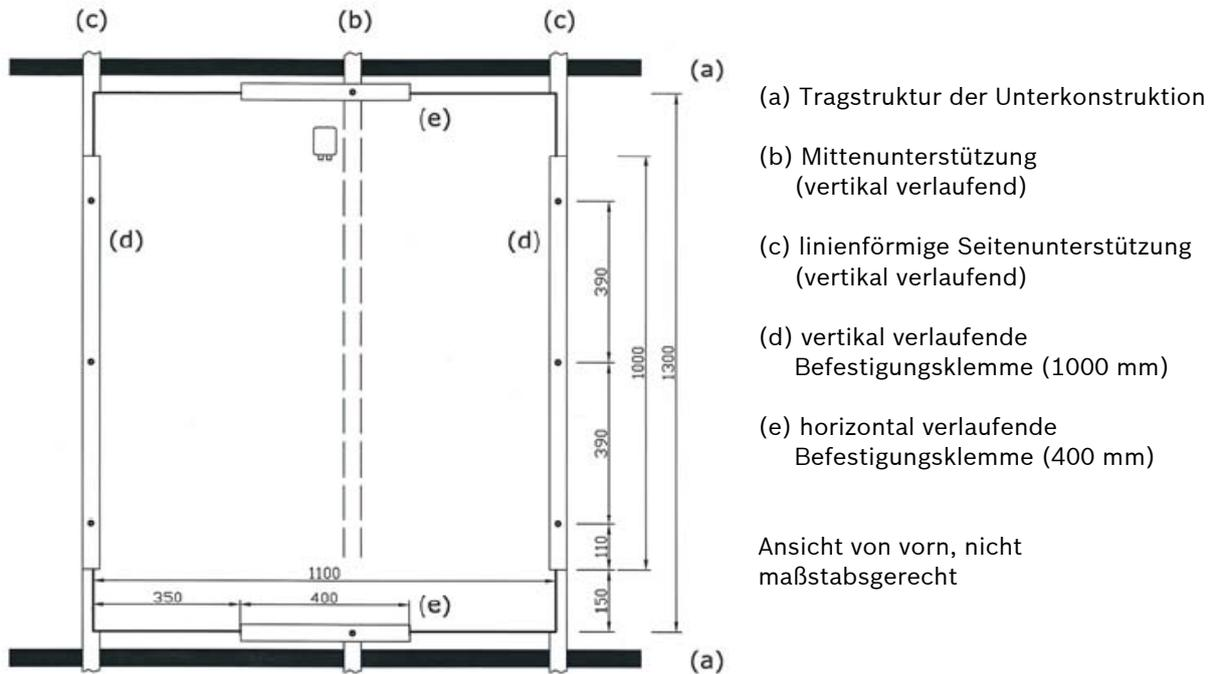

Abbildung 1: - Schematische Darstellung der zweiseitig linienförmigen Befestigung mit Mittenunterstützung und Mittelklemme für Belastungen bis 2400 Pa
10. Die vorgegebenen Abstände der Befestigungspunkte für die vertikal verlaufenden Befestigungsklemmen sind unbedingt einzuhalten (siehe Abbildung 1).